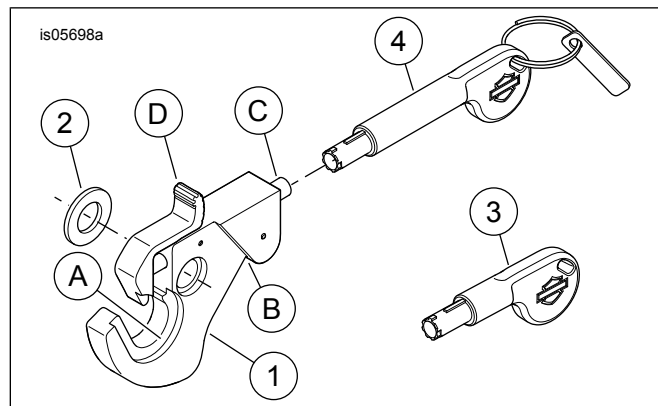

Figura 9. Peças de reposição: Kits de trava removível
Veja Figura 9 . Dependendo do acessório removível instalado, as posições do relevo (A) e dos rebaixos (B) são usadas como espaçadores ou montagens de ponto de acoplamento. Verifique
1. **Como trancar o trinco:** veja Figura 9 . Quando o acessório removível estiver instalado, empurre a trava operada por mola (C).